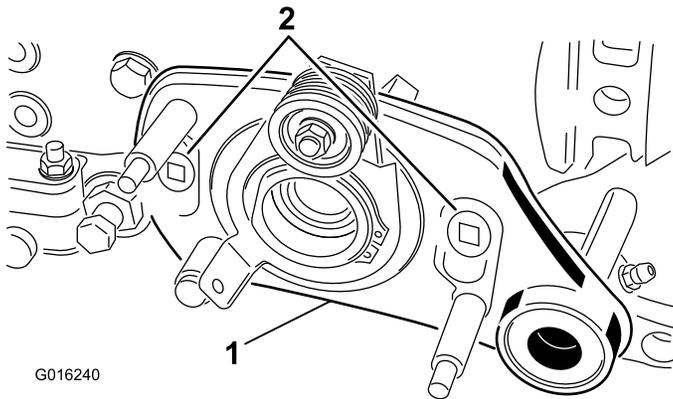

Figure 36
8. Enlevez les 2 boulons à épaulement qui fixent l'entraînement du groomer aux adaptateurs des plaques latérales (Figure 36).